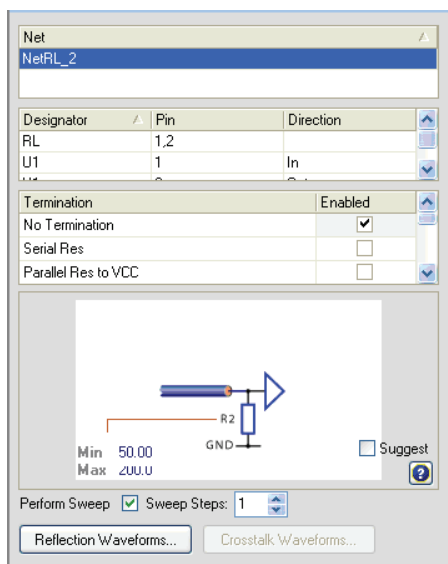

图 12-42 设置并联电阻补偿对话框
(5) 在信号完整性分析器的补偿类型设置栏中选中“Parallel Res to GND（并阻补偿）”，并勾选“Perform Sweep”复选框，设置电阻的阻值范围及扫描步数，如图 12-42 所示。